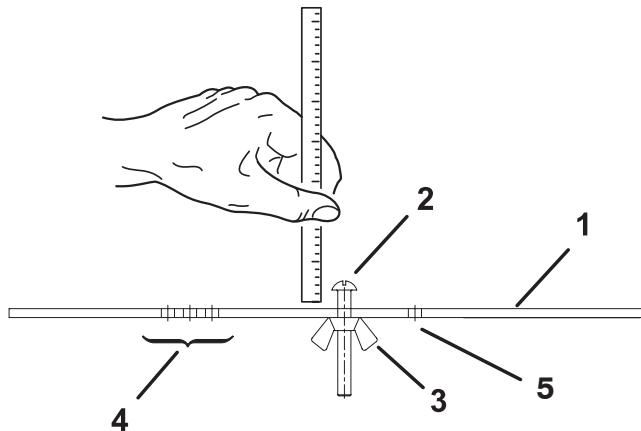

Figure 14
- Desserrez l'écrou du gabarit (Fig. 14) et tournez la vis de réglage de manière à obtenir la hauteur de coupe voulue. L'écartement entre la base de la tête de la vis et la face du gabarit correspond à la hauteur de coupe.